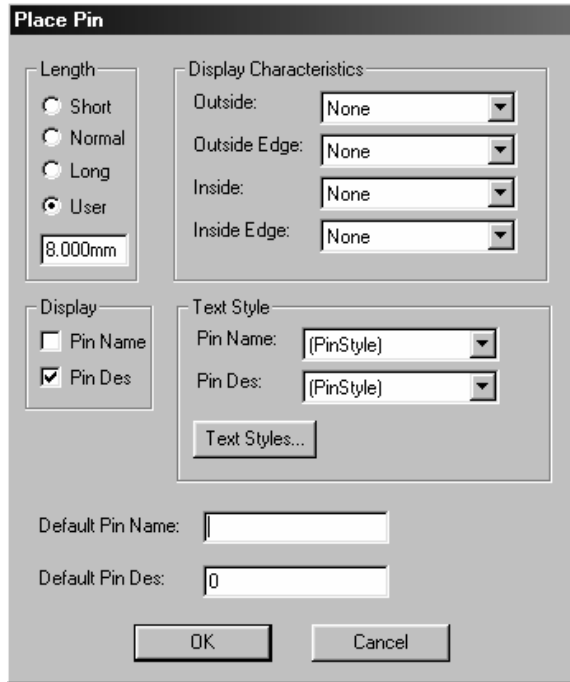

Рис. 2. Настройка отображения имен контактов
7. Настроить отображение имен контактов: в поле **Display** включить метку **Pin Des** (позиция контакта) и выключить метку **Pin Name** (имя контакта). В поле **Default Pin Des** (отсутствующая позиция контакта) вставить 0. Нажать на кнопку **OK**. Результат представлен на рис. 2.